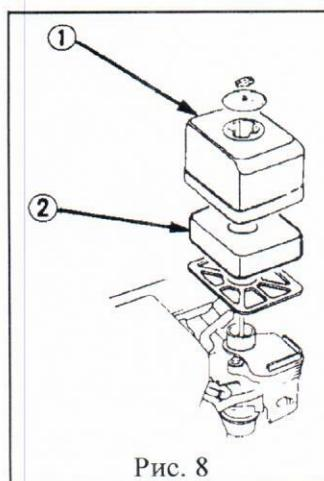

Рис. 8
- Отверните барабановую гайку, снимите корпус фильтра 1 (рис. 8) и отделите фильтрующий элемент 2 (рис. 8).